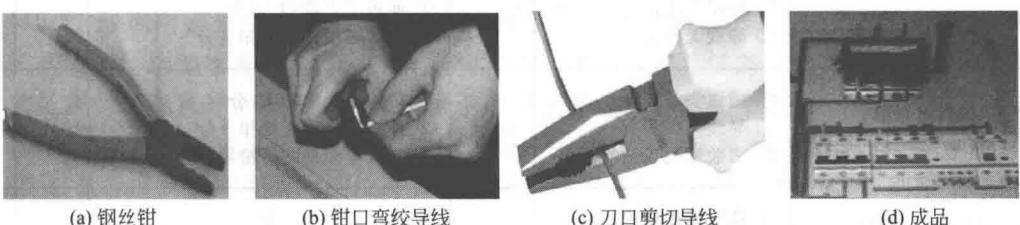

图 1-32 钢丝钳的练习
① 钢丝钳刀口剪切导线如图 1-32 (c) 所示和剖削塑料硬线的绝缘层：
② 用钳口弯绞导线，如图 1-32 (b) 所示。